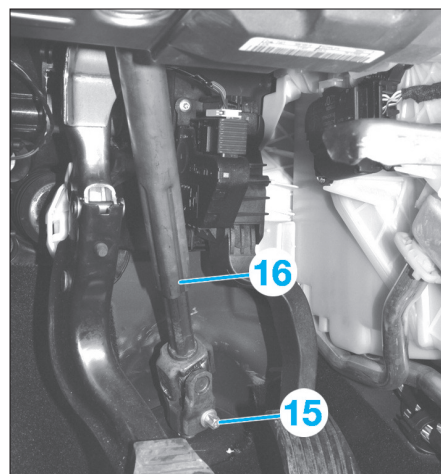

Fig. 12
- la vis (15) et désassembler la colonne de direction (16) du pignon du boîtier de direction (Fig.12),